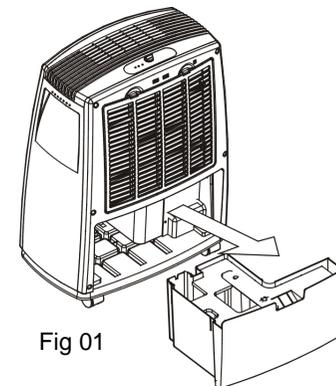

Fig 01
- Extraiga el depósito de agua como en la Fig.01. y proceda a vaciarlo.